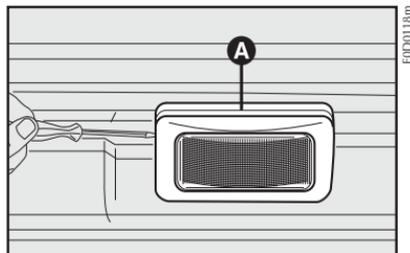

fig. 24
1) Remover com uma chave de fenda o conjunto **A-fig. 24**, montada a pressão, como indicado na figura;